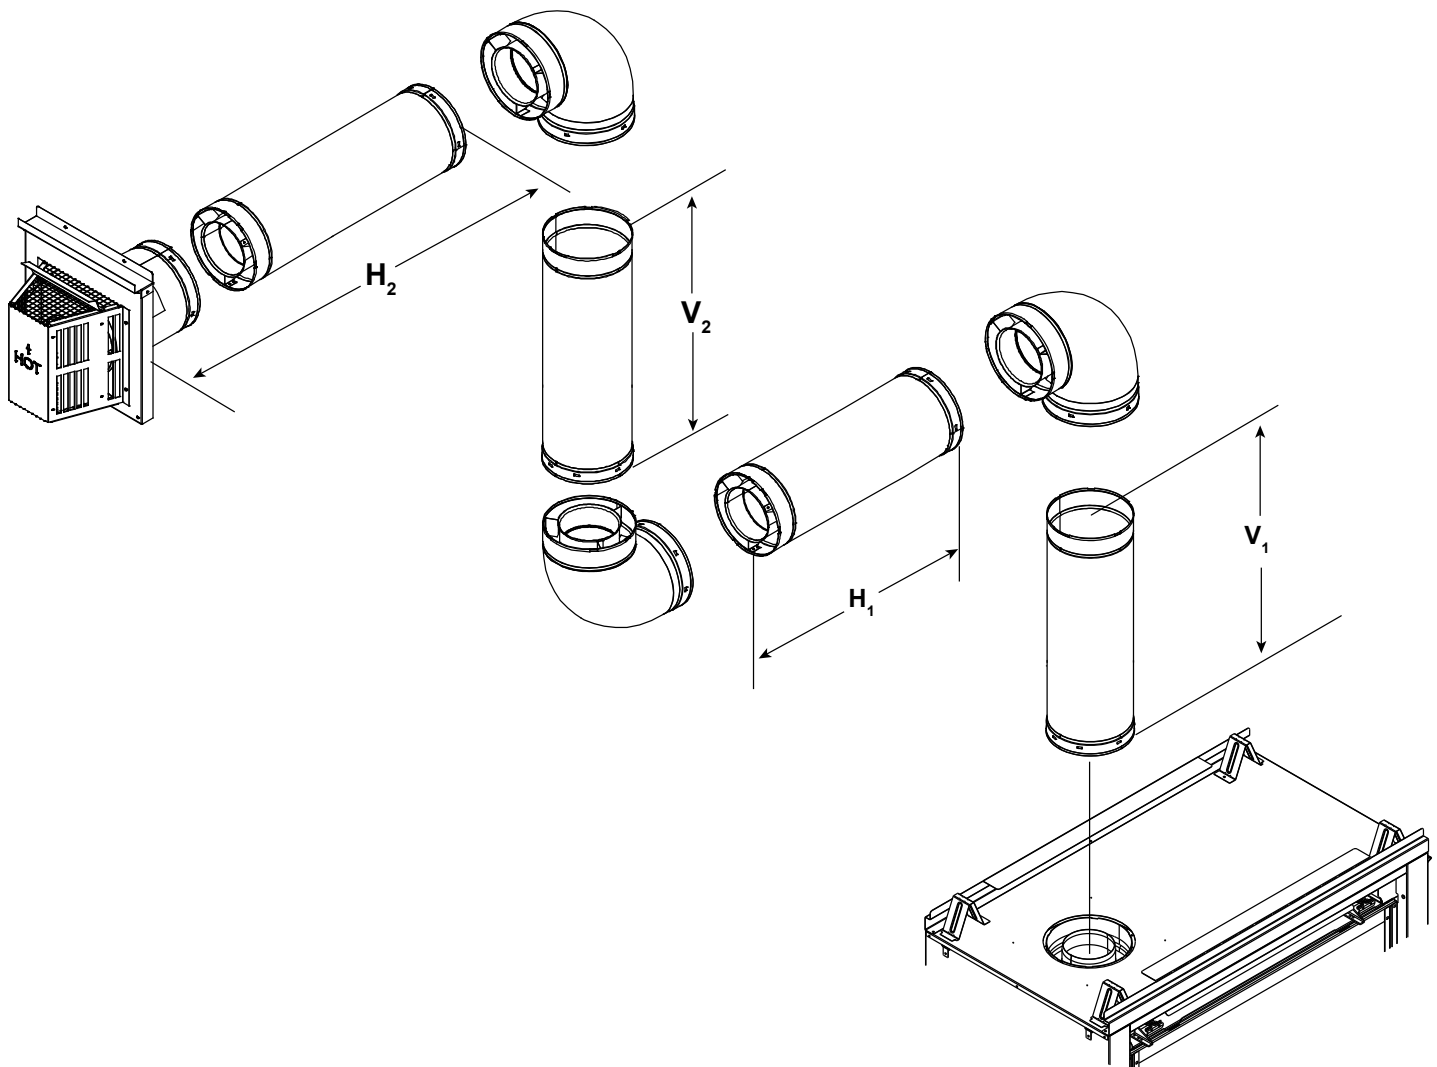

Figure 7.6
- Une configuration de conduit d'évacuation peut contenir un maximum de 3 coudes de 90° (ou 6 coudes de 45°). Certains coudes peuvent être installés à l'horizontale. Voir la Figure 7.6.